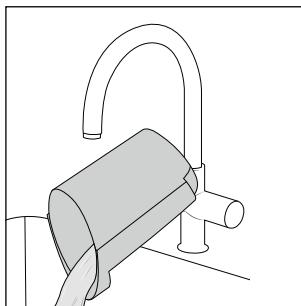

Rys. 20
- Po każdym użyciu opróżnij zbiornik na brudną wodę ❷.
- Po każdym użyciu oczyść filtr zanieczyszczeń ❾ i przed ponownym włożeniem do zbiornika na brudną wodę ❷ pozostaw go do całkowitego wyschnięcia.
1. Naciśnij przycisk nad zbiornikiem na brudną wodę **2** w dół (patrz rys. 20). Podczas naciskania przycisku w dół, trzymaj uchwyt zbiornika na brudną wodę **2**.
2. Wyciągnij zbiornik na brudną wodę **2** do przodu z urządzenia (patrz rys. 20).